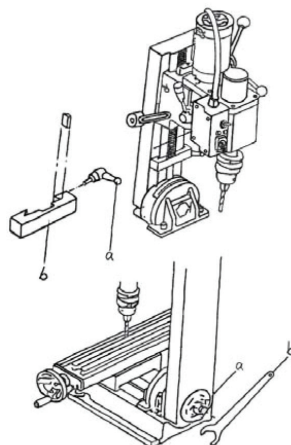

рис. 2
6.5.4 Установка угла поворота стойки шпиндельной головки (рис.2 внизу):
- ослабьте ключом (рис.2 поз.б), входит в комплект поставки, винт (рис.2 поз.а) крепления стойки шпиндельной головки к станине;
6.5.5 Регулировка ограничителя нижнего положения шпиндельной головки (рис.2 вверху):
- ослабить рычаг (рис.2 поз.а) фиксации ограничителя;
- передвинуть по стойке ограничитель (рис.2 поз.б) вверх или вниз (в зависимости от высоты заготовки);